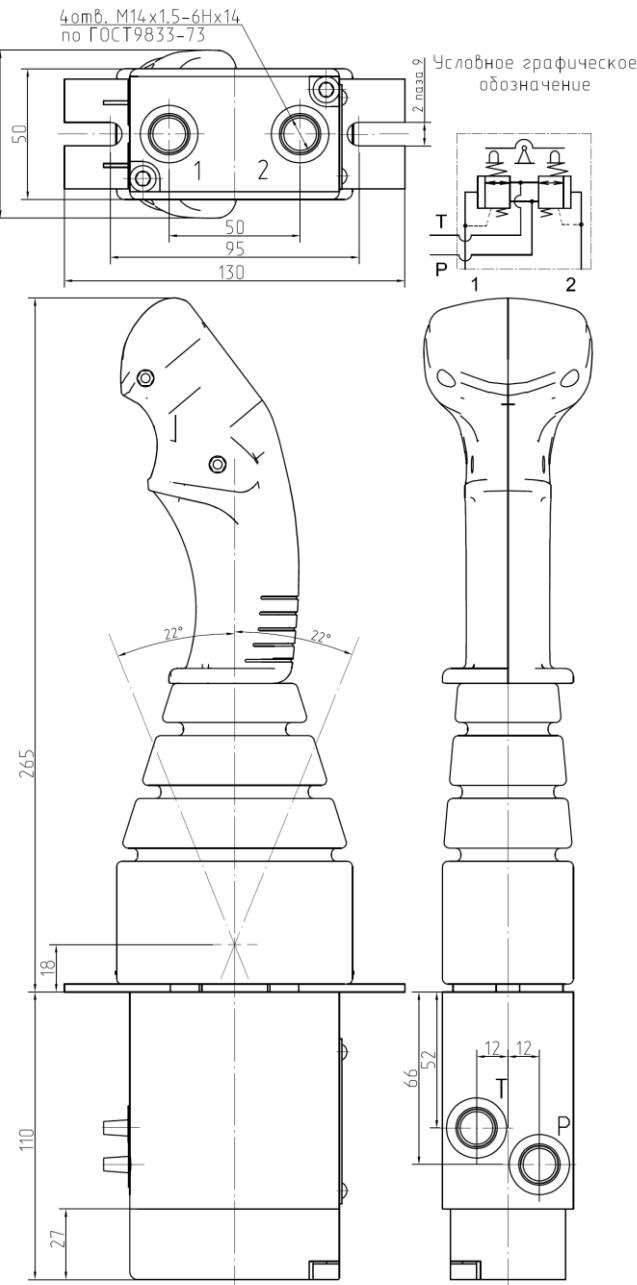

Рисунок 4 – Блок управления 250ВНМ.200
1.5 Основные габаритные и присоединительные размеры блоков управления, гидравлическая схема, приведены на рис. 4, технические характеристики блоков управления приведены в таблице 1.
боковой поверхности корпуса, рабочие отводы «1» и «2» расположены снизу в крышке (см. рис. 4).